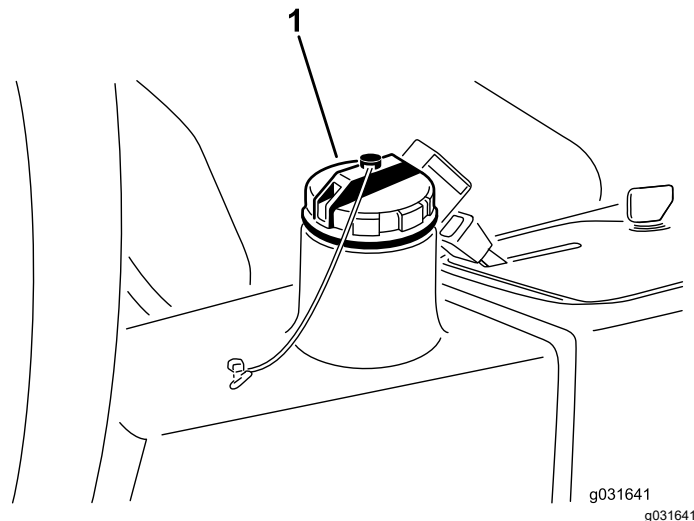

図 64
2. 油圧オイルタンクの注油口とキャップの周辺をきれいに拭く 図 64。
3. オイルタンクのキャップを取る 図 64。